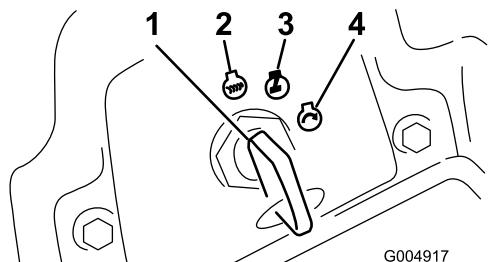

Figura 16
- Rode a chave da ignição no sentido dos ponteiros do relógio para a posição Run (Figura 16).
- Rode a chave da ignição para a posição Off (desligar) (Figura 16). Espere até que todas as peças em movimento parem, antes de sair da posição de operação.